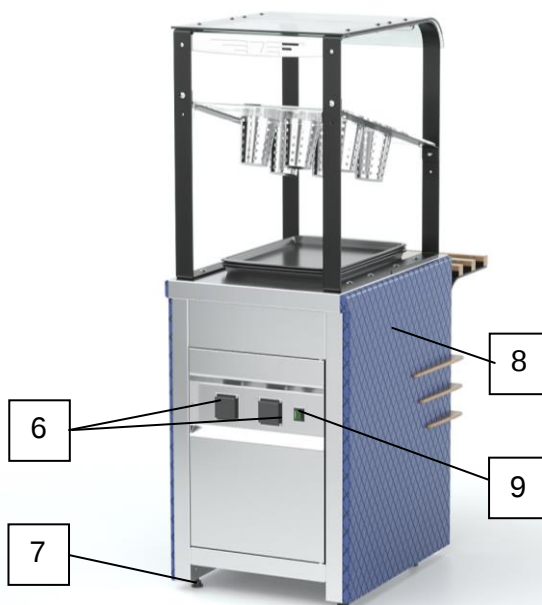

Рисунок 2. Вид прилавка со стороны продавца.
Для включения следует включить переключатель (9) (см. рис. 2). При включении загорается подсветка кнопки переключателя.